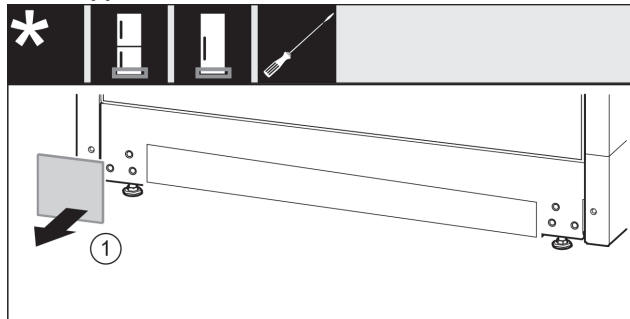

Fig. 24
- ▶ Afdekking wegnemen. Fig. 24 (1)